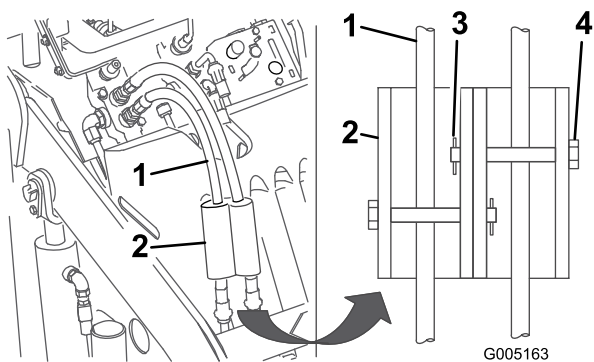

Figura 21
7. Instale los bloqueos de cilindro sobre los manguitos hidráulicos y fíjelos con los pasadores y chavetas (Figura 21).